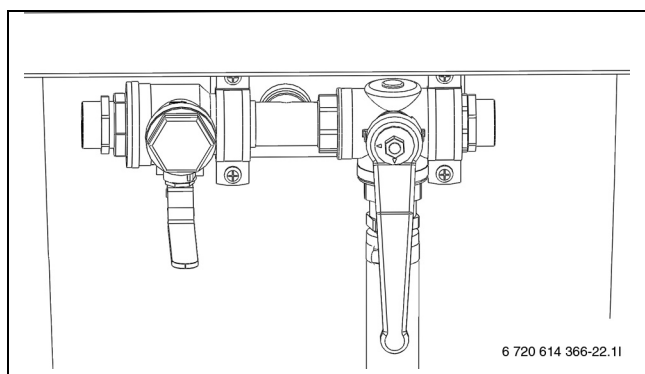

Bild 24 Påfyllnadsstation i blandningsläge
- ▶ Vrid ventilerna på påfyllnadsstationen så att de står i blandningsläge (→ Bild 24).